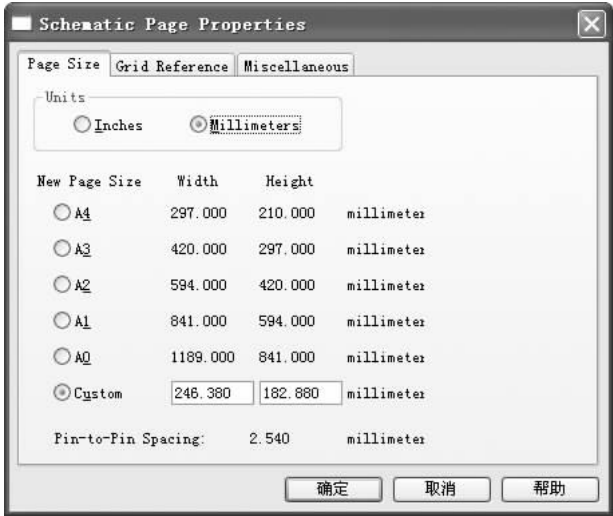

图 4-2 选择公制单位
(2) 在“Units (单位)”选项组下选择“Millimeters (公制)”，如图 4-2 所示。则在下半部分显示公制图样尺寸 (A0 ~ A4)。